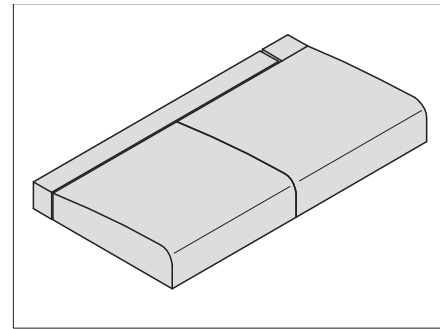
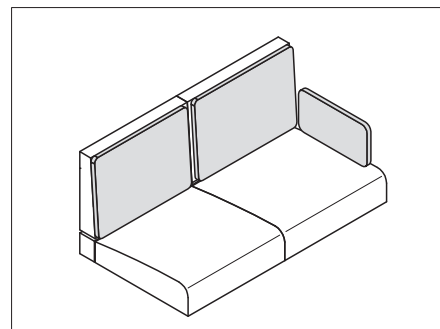

Fig. 215 Posicionar los apoyos del asiento
Fig. 217 Cojines para los apoyos del respaldo
- Colocar el cojín del asiento, el cojín del respaldo y los cojines adicionales como se muestra en Fig. 215 hasta Fig. 217.